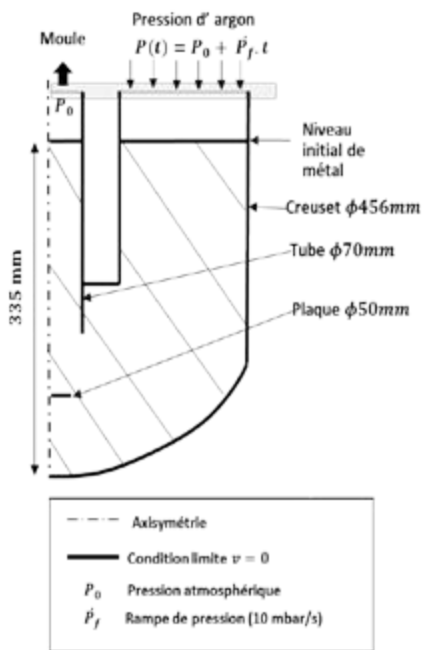

Figure 5 : Schéma de la géométrie 2D-axisymétrique du four BP et conditions limites utilisées dans la simulation Fluent.
77,3kg de lingots de RZ5 avec du Zirmax® et des Terres Rares (TR) du fournisseur Magnesium Elektron ont été fondus dans un creuset en acier. Les dimensions caractéristiques du four sont présentées Figure 5. La proportion de chaque type de lingot est choisie de façon à répondre aux standards industriels pour le RZ5 [1]. Le Tableau 1 résume les proportions des lingots utilisés et les concentrations massiques résultantes moyennes dans le creuset (les concentrations massiques sont notées %m dans la suite).
Afin de simuler le déplacement du métal dans le creuset au cours du remplissage en BP, le logiciel ANSYS Fluent® est utilisé. La géométrie du cas d'étude est simplifiée par une géométrie 2D axisymétrique telle que représentée sur la Figure 5. Des éléments de 4 mm de côté sont utilisés pour mailler la géométrie.
Les conditions limites considérées sont représentées sur la Figure 5. Une condition limite de vitesse nulle est appliquée aux parois. Une condition limite de pression en haut du creuset simule la pression d'argon appliquée par la machine et la surface en haut du tube est considérée à pression atmosphérique. Afin de déterminer la zone de prélèvement de chaque litre de métal, environ 8000 par-